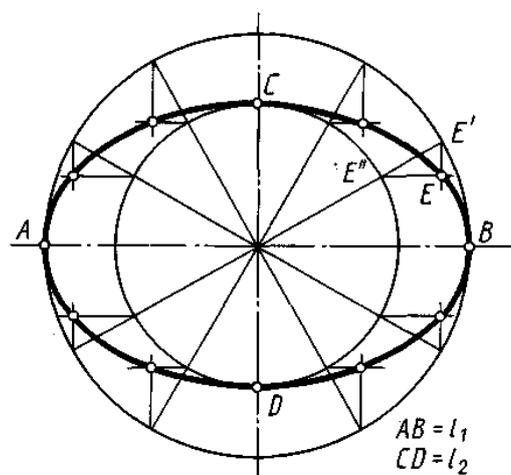

Рис. 12. Построение эллипса
*Содержание работы:* на листе бумаги формата А3 по образцу рис.1-3, стр.37 выполнить контур детали применительно к своему варианту, выбранному по рис.21, стр. 38 и лекальную кривую, выбранную по рис. 12 ÷ 16 и таблице 3, стр. 39.